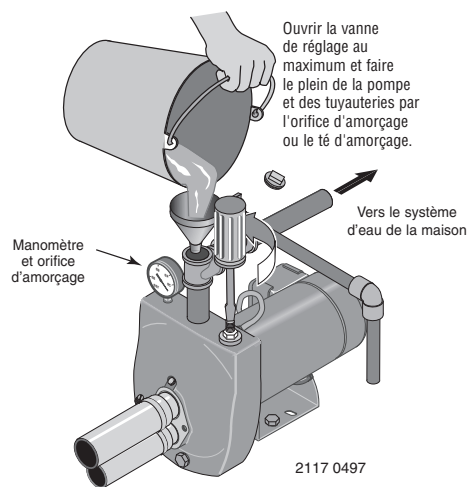

Figure 10 : Remplissage de la pompe
- 1 ° Ouvrir au maximum la vanne de réglage (voir la Figure 10), déposer le bouchon d'amorçage de la pompe, puis faire le plein de la pompe, de toutes les tuyauteries entre la pompe et le puits et s'assurer que toutes les tuyauteries du puits sont pleines d'eau. Si un té d'amorçage a été posé sur le tuyau d'aspiration, déposer le bouchon du té et faire le plein de la tuyauterie d'aspiration.